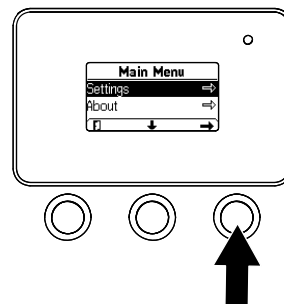

Рисунок 24
1. В MAIN MENU (ГЛАВНОМ МЕНЮ) с помощью средней кнопки прокрутите меню вниз к пункту SETTINGS MENU (НАСТРОЙКИ), и нажмите правую кнопку (Рисунок 24).